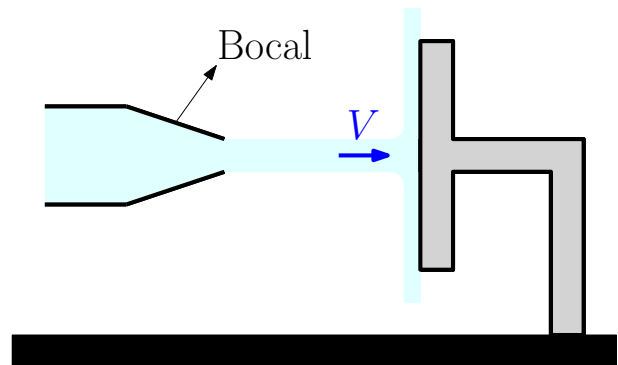

Figura 14: Placa.
**Exercício 14.** Água de um bocal estacionário é dirigida normalmente contra uma placa plana, como mostra a figura 14. O